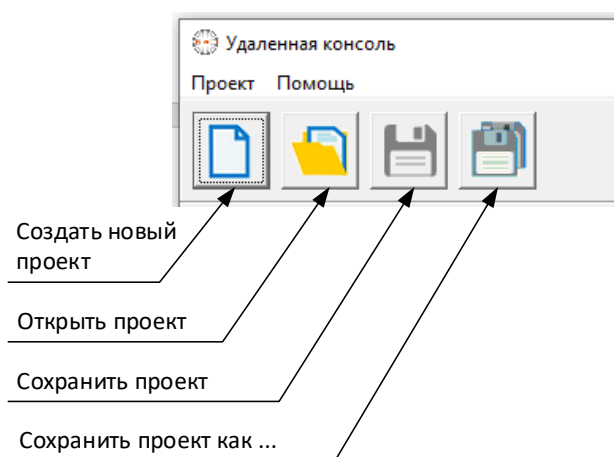

Рис.6.3
Назначение пиктограмм изображено на рис.6.3.
6.3.1 Для создания нового проекта нажать на соответствующую пиктограмму (рис.6.3).